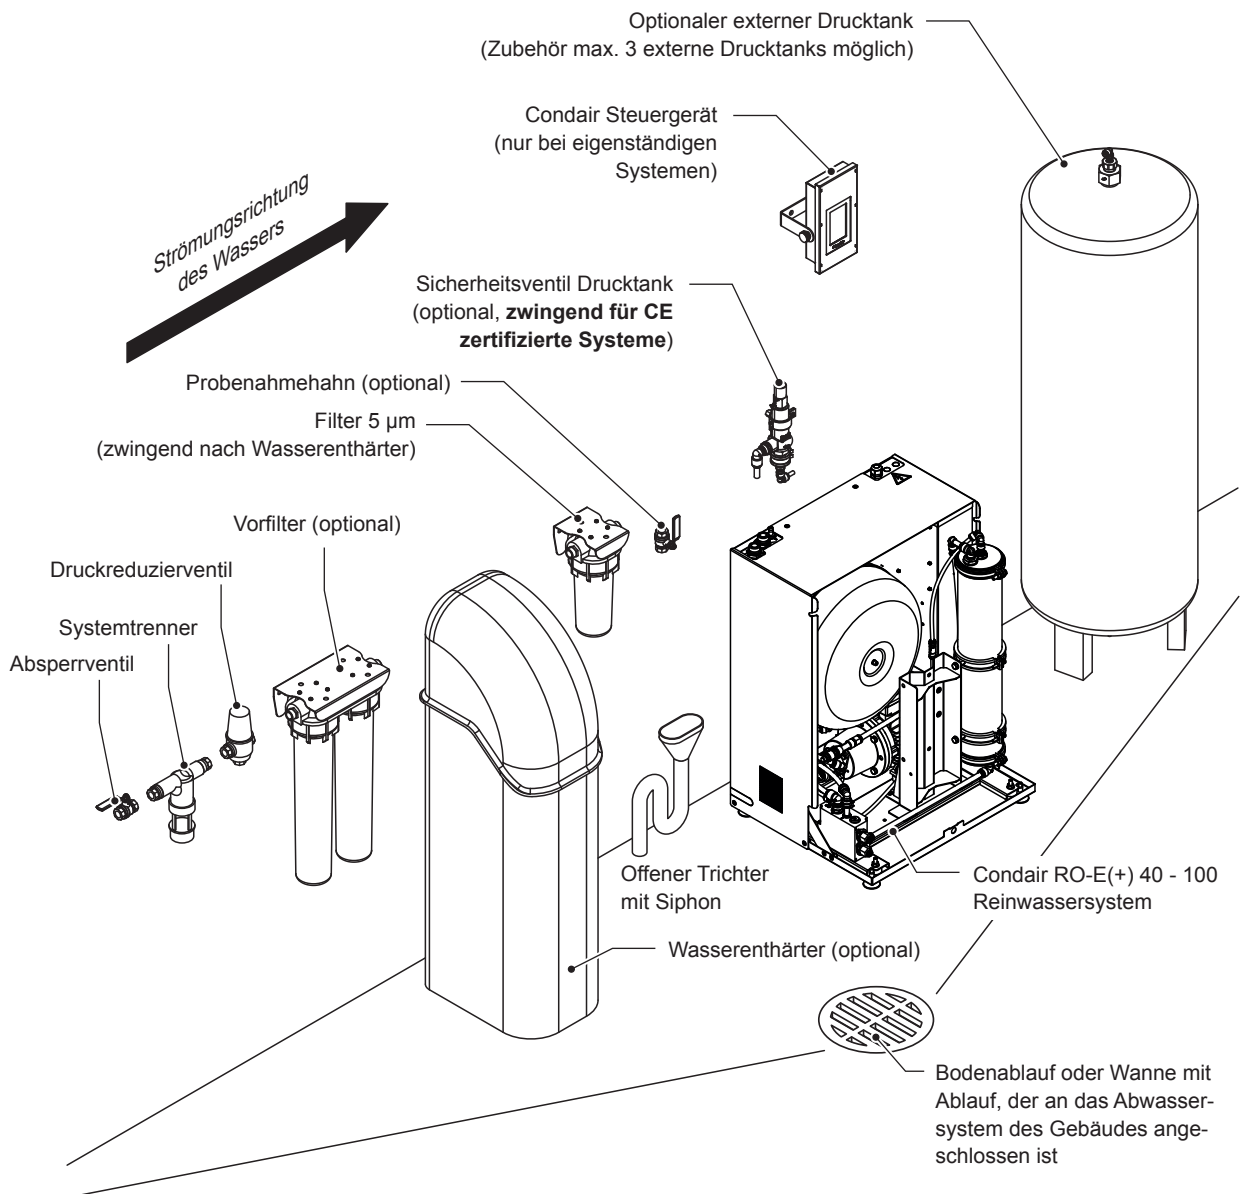
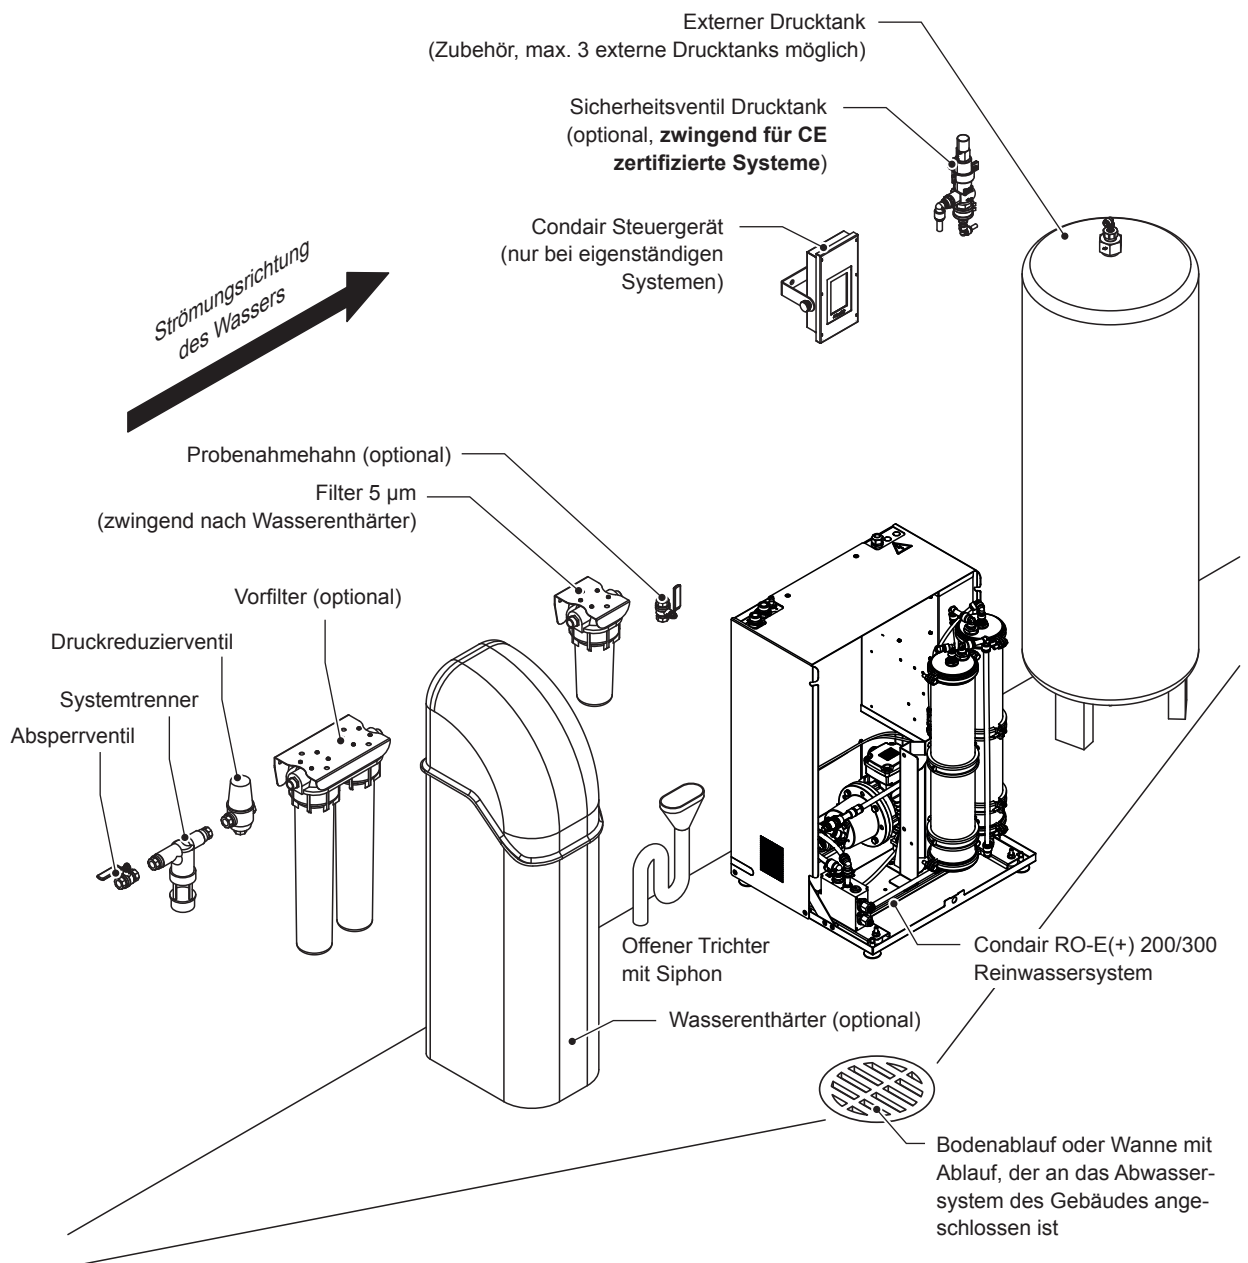

Abb. 3: Platzierung der Systemkomponenten für Condair RO-E(+) 40 - 100 Reinwassersysteme mit oder ohne optionalen externen Drucktank
Abb. 4: Platzierung der Systemkomponenten für Condair RO-E(+) 200 - 300 Reinwassersysteme mit externen Drucktank
- Die dem Condair RO-E(+) Reinwassersystem vorgeschalteten Komponenten (Absperrventil bis und mit Probenahmeahn) müssen in der in Abb. 3 und Abb. 4 dargestellten Reihenfolge installiert werden.
ca. 150 mm über dem Gerät (links von der Mitte des Gerätes), siehe Abb. 3
ca. 150 mm über dem (ersten) externen Drucktank, siehe Abb. 4